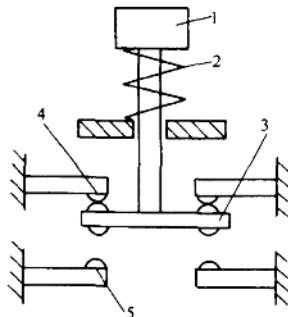

图 1-6 按钮结构示意图
(1) 按钮的结构 按钮的结构如图 1-6 所示,由按钮帽、复位弹簧、桥式触点和外壳组成。按钮的图形符号和文字符号见图 1-7。